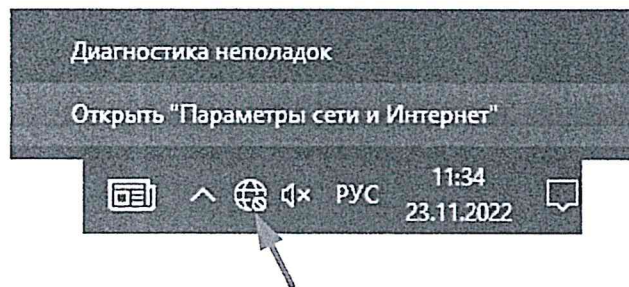

Рисунок 2 – Значок сетевого соединения в области уведомлений
– нажать ПКМ по значку сетевого соединения в области уведомлений и выбрать пункт «Открыть «Параметры сети и Интернет»» (рисунок 2);